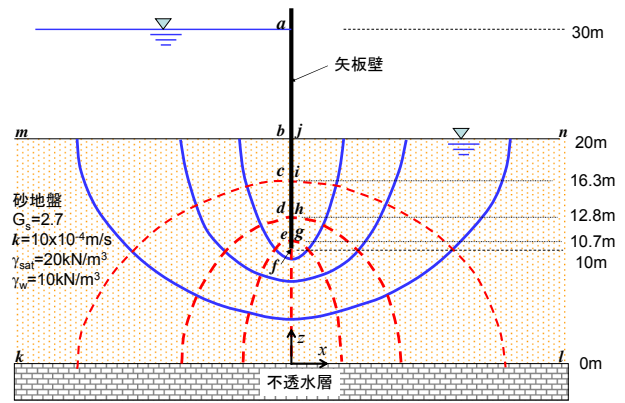

図2
4. 図2のような砂地盤中の矢板壁締切り周りの二次元定常透水を考える。図に示す正方形フローネット、水理境界条件、地盤条件(土粒子比重 $G_s=2.7$ 、透水係数 $k=1.0 \times 10^{-4} \text{m/s}$ 、飽和単位体積重量 $\gamma_{\text{sat}}=20 \text{kN/m}^3$ 、水の単位体積重量 $\gamma_w=10 \text{kN/m}^3$)を用いて以下の問に答えよ。尚、矢板面は完全に滑でせん断力はゼロと仮定できるものとする。(30)